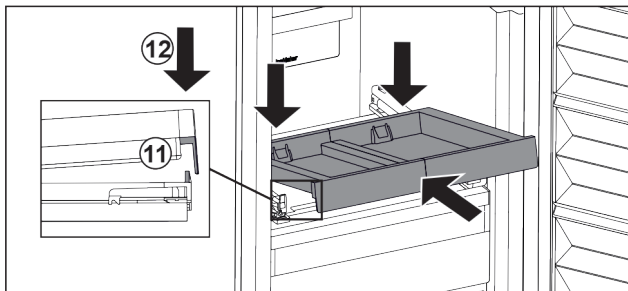

Fig. 127
- ▶ Vstavite jo v poševnem položaju. Pazite, da je nastavek na obeh straneh za jezičkom. Fig. 127 (11)
- ▶ Izvlečno polico odložite spredaj. Fig. 127 (12)